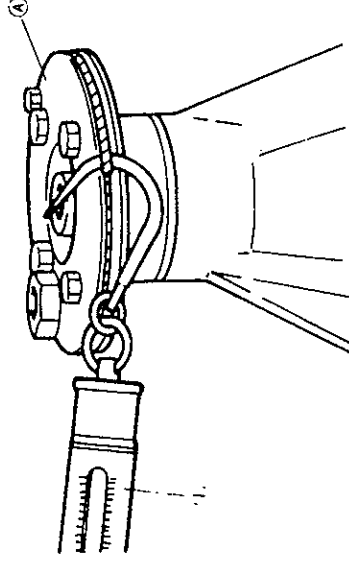

Fig. 16-23
Acople la polea especial (09922-75221), sobre la brida del piñón enrollando una cuerda sobre dicha polea, segun muestra la Fig. 16-23. Conecte un dinamómetro en el extremo de la cuerda y de un tiron progresivo, unida la resistencia que indica el dinamómetro, debiendo ser esta de 0,6 a 1,4 kg (equivalente a una torsión de 0,3 a 0,7 kgm., medida con llave dinamométrica).
Mantenga montada la polea (A) (09922-75221) sobre la brida del piñón de ataque Fig. 16-23, para poder tomar lecturas con dinamómetro.
Por ejemplo, de acuerdo con el grafico, si la lectura de precarga de los rodamientos del piñón de ataque medida como se indica en la Fig. 16-23 es de 1,0 Kg, la precarga total debiera ser de 1,12 - 1,28 Kg., que es la suma de la precarga de rodamientos laterales. Si la precarga total esta por debajo de lo indicado en el grafico, habra que ir apretando progresivamente las dos tuercas de ajuste lateral, haciendo sucesivas mediciones hasta conseguir el valor indicado en el grafico.